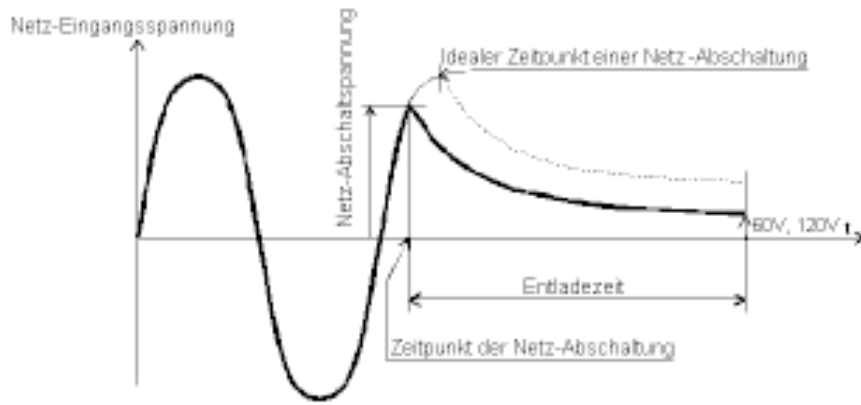

Abb. 25 - Spannung am Eingang MAINSTEST
- Schritt 6.** Ziehen Sie den Mehrfachstecker aus der Netzsteckdose, die Entladezeit wird nun angezeigt. Wenn die Spannung beim Abschalten hoch genug war, um eine Messung durchzuführen (siehe Abb. 25) erscheint die Meldung **Start** und die Messung wird vorgenommen. War die Spannung nicht hoch genug, erscheint als Ergebnis „0,0 s“ und die Meldung **Repeat** (Wiederholen). Führen Sie eine erneute Messung ab Schritt 3 durch. Wenn nach 5 bis 10 Wiederholungen der Messung immer noch „0,0 s“ und die Meldung **Repeat** erscheint, kann das Ergebnis „0,0 s“ als gültig aufgefasst werden. Die Meldung **Timeout** erscheint, wenn die Mehrfachsteckdose nicht innerhalb 10 s gezogen wurde oder die Entladezeit mehr als 10 s beträgt.
- Schritt 6.** Unterbrechen Sie die Netzstromversorgung, die Entladezeit wird nun angezeigt. Wenn die Spannung beim Abschalten hoch genug war, um eine Messung durchzuführen (siehe Abb. 25) erscheint die Meldung **Start** und die Messung wird vorgenommen. War die Spannung nicht hoch genug, erscheint als Ergebnis „0,0 s“ und die Meldung **Repeat** (Wiederholen). Führen Sie eine erneute Messung ab Schritt 3 durch. Wenn nach 5 bis 10 Wiederholungen der Messung immer noch „0,0 s“ und die Meldung **Repeat** erscheint, kann das Ergebnis „0,0 s“ als gültig aufgefasst werden. Die Meldung **Timeout** erscheint, wenn die Netzstromversorgung nicht innerhalb 10 s unterbrochen wurde oder die Entladezeit mehr als 10 s beträgt.